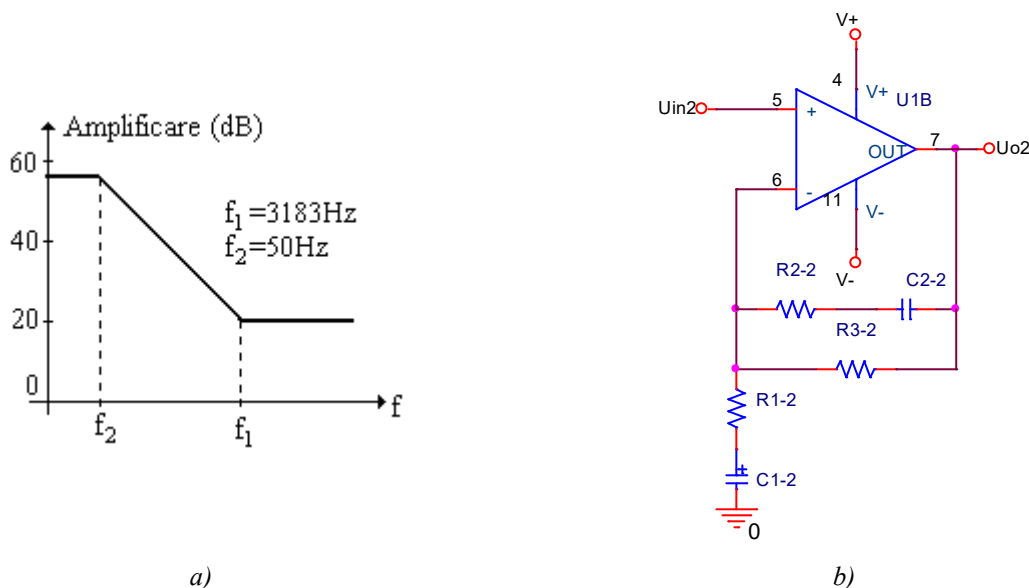

Fig. 3.1. Preamplificatorul pentru cap magnetic: (a) Răspunsul în frecvență; (b) Schema circuitului de corecție
Preamplificatorul pentru cap magnetic asigură o egalizare în amplitudine și fază a semnalului audio obținut de la un cap magnetic. Răspunsul circuitului este în conformitate cu standardul *NAB* (*National Association of Broadcasters*) și este prezentat în fig. 3.1, *a*.
a) Funcția de transfer. Circuitul care aproximează răspunsul *NAB* se prezintă în fig. 3.1, *b*. Considerând condensatorul C_{1-2} scurtcircuit în toată gama audio, funcția de transfer se scrie:
- Se verifică valoarea frecvenței f_1 (fig. 3.1, a), valoare care trebuie să fie cât mai aproape de 3183Hz.